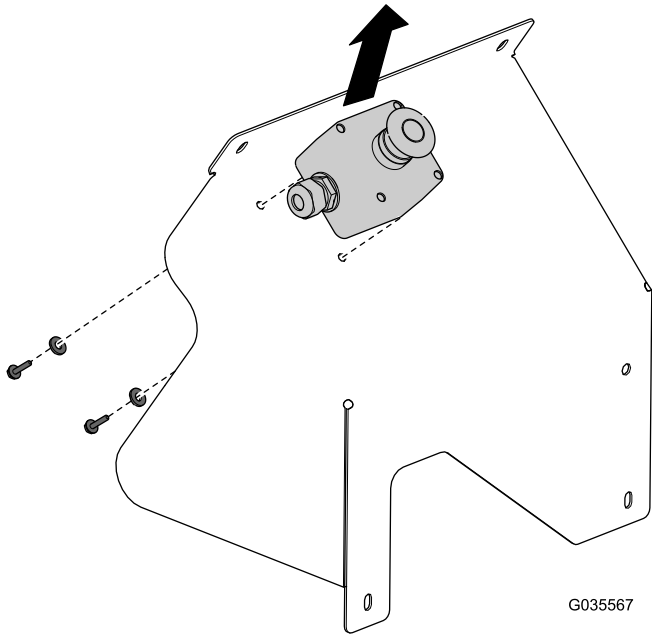

Figura 2
- Retire el conjunto del botón de parada de emergencia de la cubierta (Figura 2).